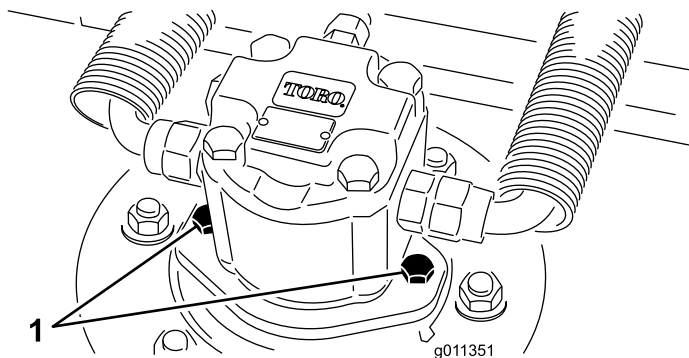

図 69
1. デッキから油圧モータを外す **図 69**。異物が見つからないように、スピンドル上部にはカバーを掛けておく。
3. デッキに油圧モータを取り付ける **図 69**。Oリングを忘れずに、また、損傷させないように注意して取り付ける。